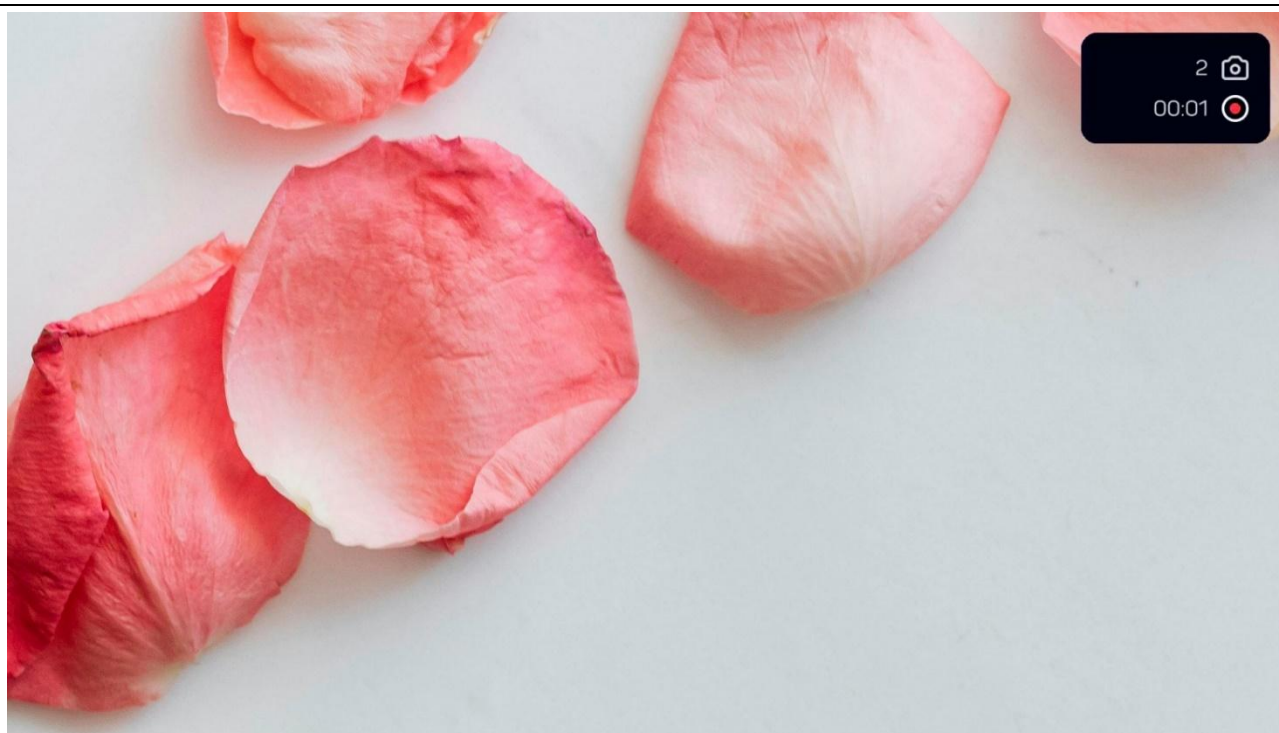

Figure 7 : Démarrer l'enregistrement vidéo
- Lancez un enregistrement vidéo en appuyant longuement sur [1], voir Figure 7.